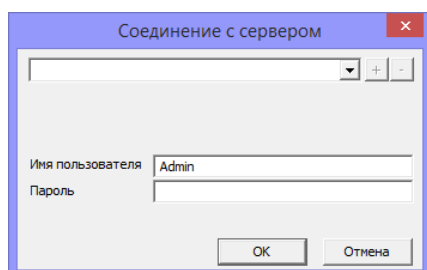

Рисунок 13.3 — Окно авторизации со скрытой информацией о STEMAX ML
- **Скрывать адрес и порт сервера:** если флаг установлен, то адрес и порт STEMAX ML будут скрыты от пользователей в окне авторизации и в интерфейсе программы *Администратор*. Для подключения будут использованы сохраненные ранее данные, при авторизации от пользователя потребуется ввести только логин и пароль (см. рисунок 13.3).